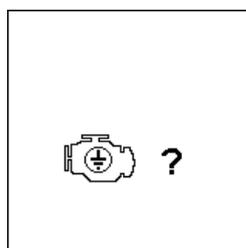

Fig.68
8. Qualora l'utente non avesse eseguito correttamente il test, lo strumento ne darebbe indicazione come mostrato in Fig.68 sotto: